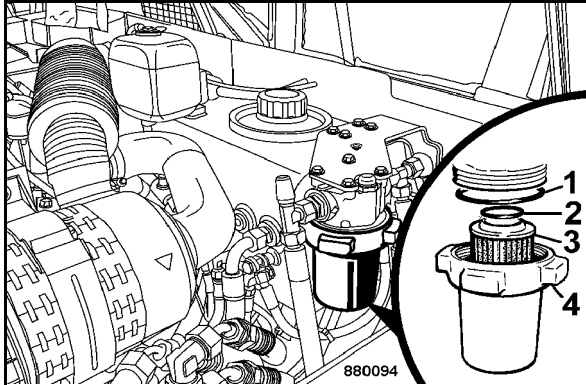

Fig. 171
- Dévisser le pot du filtre (4) (Fig. 171) et le retirer avec l'élément (3).
- Installer le pot avec un élément filtrant et des joints (1) et (2) neufs.